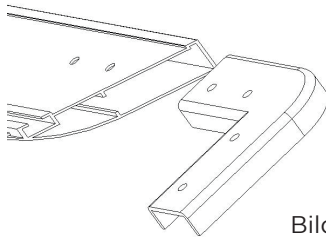

Bild 4
4. Sätt in ett metallhörn (E) i varje ände på de horisontella ramdelarna (A) (bild 4).